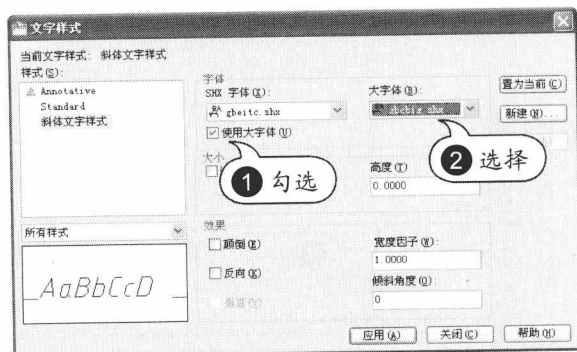

图 1-15 选择大字体
STEP 04 选择大字体。勾选“使用大字体”复选框，在“大字体”下拉列表中选择大字体，如图 1-15 所示。